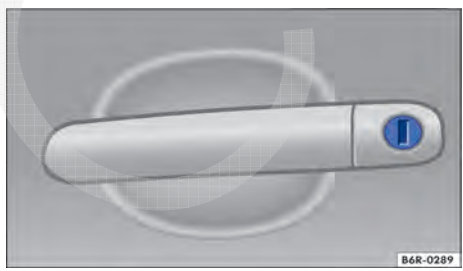

Fig. 153 Maçaneta da porta do condutor com cilindro da fechadura.
- Introduzir a haste da chave no cilindro da fechadura e destravar ou travar o veículo ⇒ Fig. 153. <